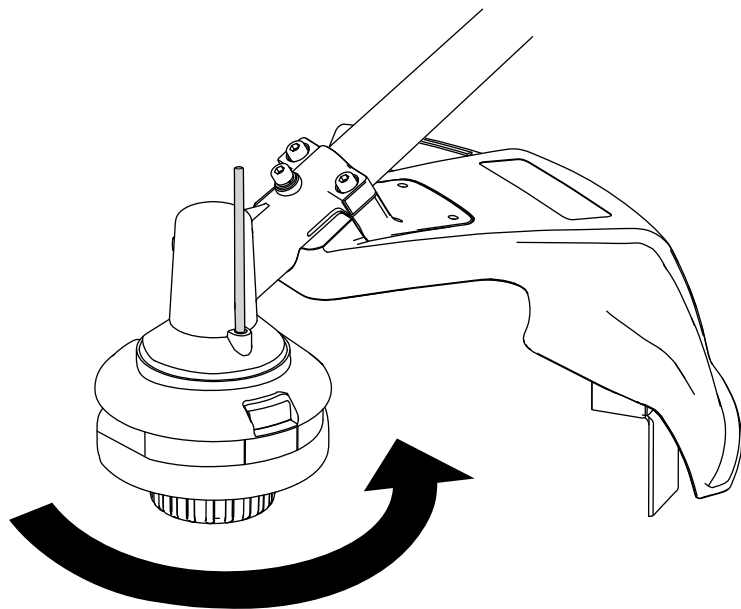

Figure 18
3. Une fois la tête de coupe fixée en place par la tige, tournez-la dans le sens antihoraire pour la retirer du montant fileté du boîtier (**Figure 18**).